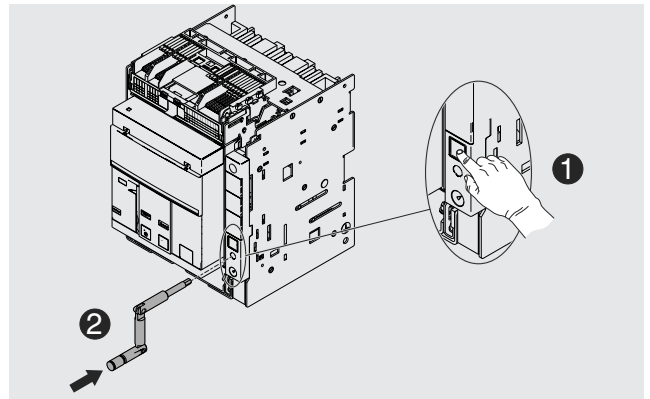

Abbildung 58
5. Die Verriegelungstaste drücken und die Handkurbel in das bewegliche Teil stecken. In dieser Phase befindet sich das bewegliche Teil noch in der Position **DISCONNECT**. Siehe Abbildung 58.